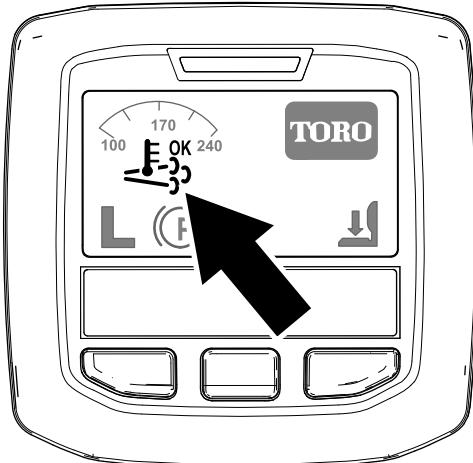

Bild 44
- Das Symbol für die unterstützte bzw. Rücksetzen-Regenerierung im InfoCenter angezeigt (Bild 44).